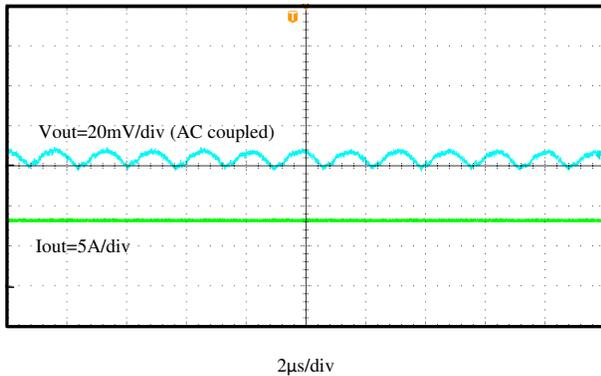
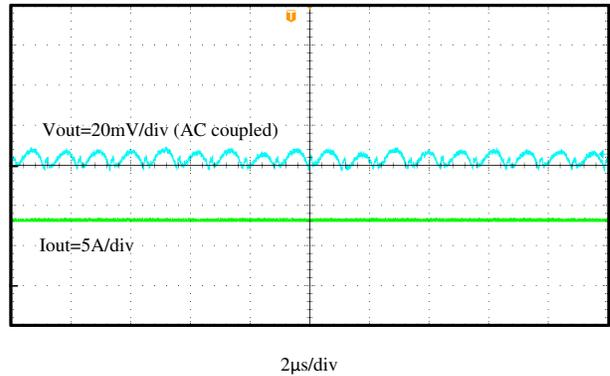

图 3-2. 输出电压纹波， $F_{sw} = 600\text{kHz}$
图 3-3. 输出电压纹波， $F_{sw} = 1000\text{kHz}$
方程式 6 和方程式 7 表明总输出纹波主要受占空比、输出电容器和电感器的影响。另一个重要因素是开关频率。提高频率对于减少输出电压纹波非常有用。根据表 2-1 中的参数，图 3-2 和图 3-3 显示了 8A 负载条件下的纹波测试结果。在 600kHz 下，纹波为 11mV，而在 1000kHz 下则为 10mV。尽管使用电感和电容较小的输出功率级 (LC) 会增加开关频率，但纹波也会变小。